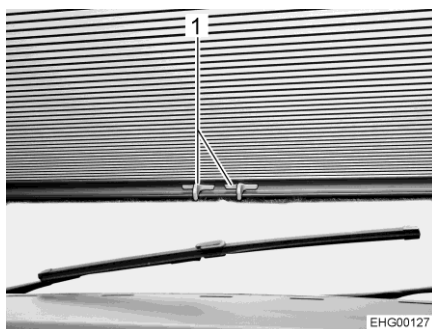

Bild 31 Plisségardin (vindruta)
- Stänga: ■ Tryck ihop handtaget (Bild 31,1) och dra ner mörkläggningsgardinen.